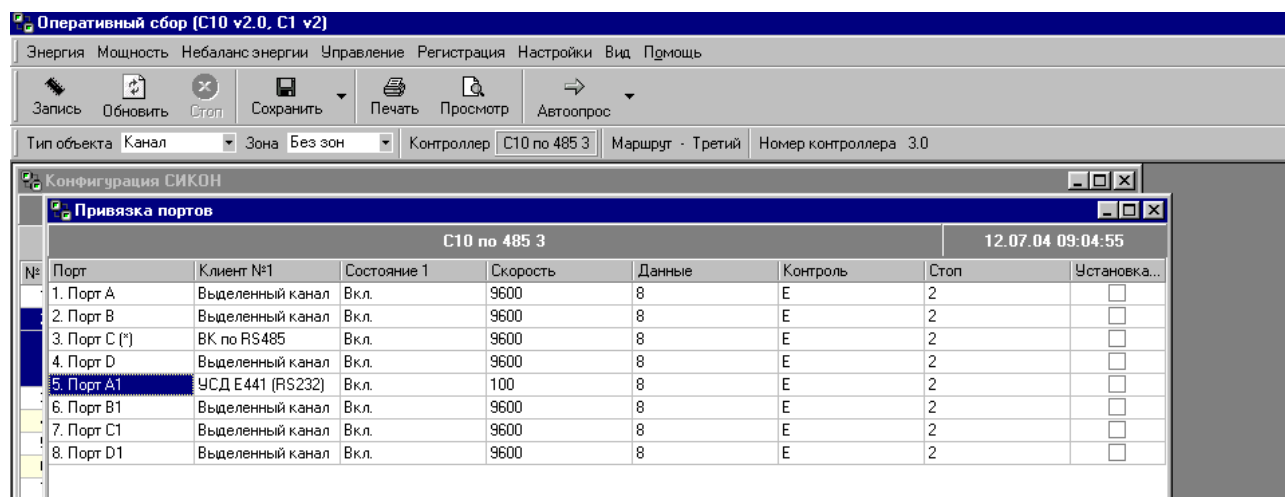

Рис.1.
1. В меню «Управление \ Привязка портов» установить клиента «УСД Е441 (RS232)» для последовательного порта, к которому подключено УСД. Настроить последовательный порт. Скорость обмена, формат байта: 8Е2 (8 бит данных, с контролем паритета, 2 стоп-бит). Записать настройки в контроллер (см. Рис.1).